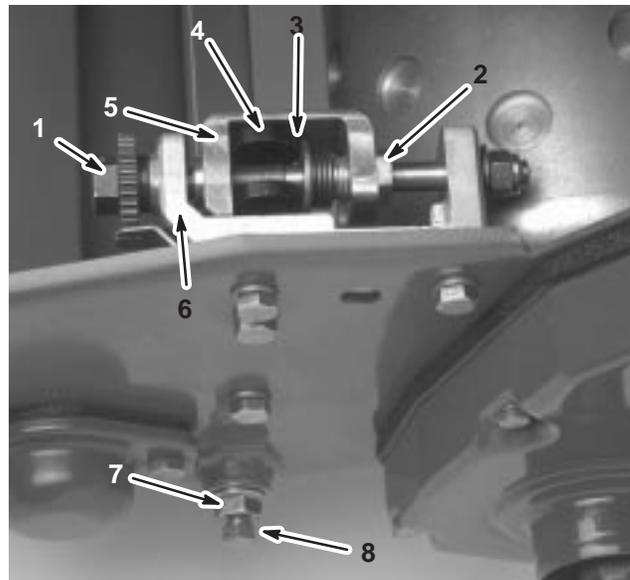

Bild 45
1. Drehen Sie die Einstellschraube der Schnittleiste gegen den Uhrzeigersinn, bis der Kanal im Einstellrahmen durchhängt (Bild 45).
2. Drehen Sie die Federspannungsschraube mit einem normalen Schlüssel (7/8 Zoll) heraus, bis die Druckscheibe nicht mehr gegen die Schnittleiste angespannt ist (Bild 45).
3. Lösen Sie an jeder Seite der Maschine die Klemmmutter, mit der die Schnittleiste befestigt ist (Bild 45).
4. Nehmen Sie jede Schnittleistenschraube ab, damit die Schnittleiste nach unten gezogen und von der Maschine entfernt werden kann. Bewahren Sie die beiden Nylon- und die beiden Scheiben aus gestanzten Stahl an jedem Ende der Schnittleiste auf (Bild 45).